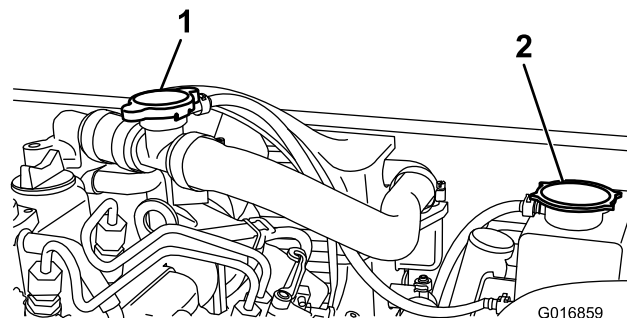

図 62
2. 補給口のキャップ 図 62 を外して冷却液を入れる。
3. 補給口のキャップを元通りにはめ、補助タンクのキャップを開ける 図 62。
2. ラジエターの補助タンクのキャップを取る 図 62。